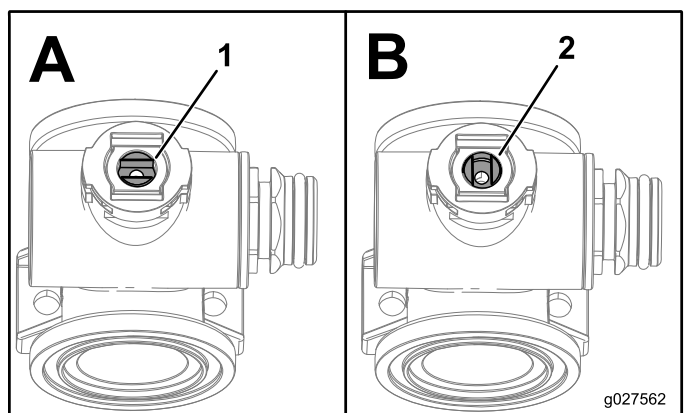

图139
1. 将阀杆放置到一个封闭的位置 图139。
3. 旋转阀杆使球阀处于打开位置 图139。
7. 转动阀杆总成关闭阀门 图139。